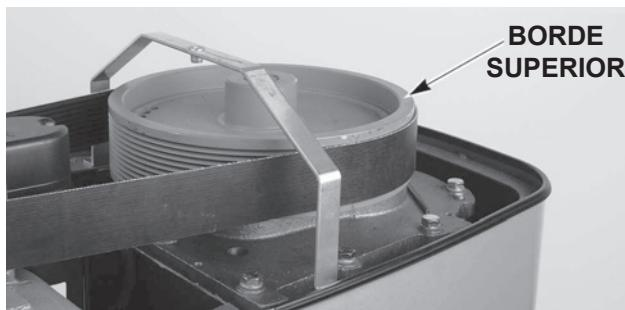

Fig. 1
- Coloque un nivel en el borde superior de la polea grande (Fig. 1). Deslice las cuñas debajo de la superficie de contacto de la base de la batidora como se requiere para nivelarla de adelante hacia atrás y de lado a lado.